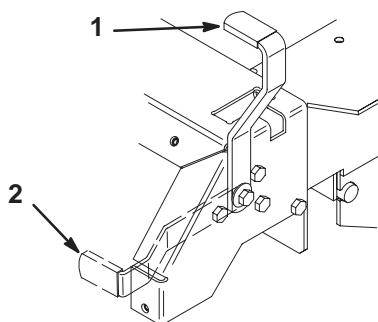

Figure 5
2. Tirez le frein de stationnement en arrière et vers le haut pour le serrer (Fig. 5). Une fois serré, le frein de stationnement ne doit plus bouger.
Poussez le levier du frein de stationnement vers l'avant et vers le bas (Fig. 5) afin de le desserrer.